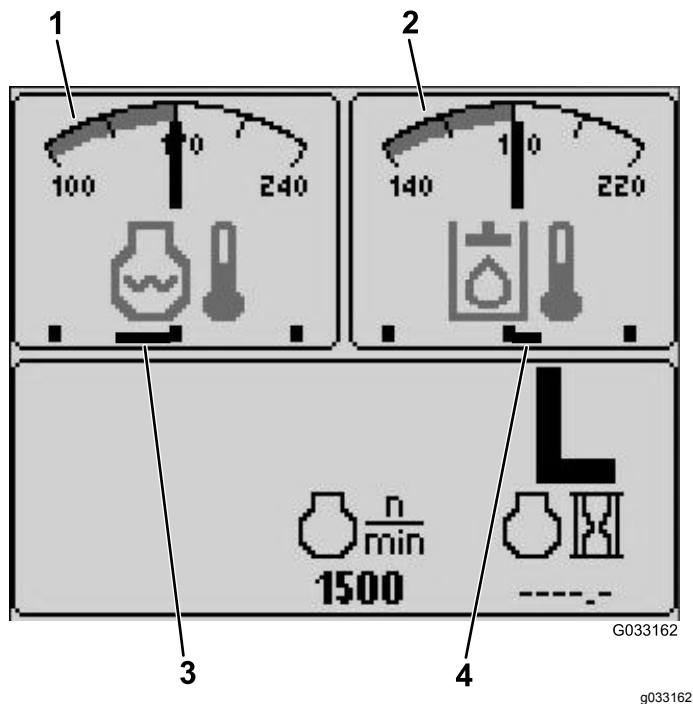

図 18
- 油圧オイル温度とファン作動表示 — 右上画面 (図 18)
**注** たとえば図 18、油圧オイル冷却ファンが 25% の速度で前転中。
- エンジン冷却液温度とファン作動表示 — 左上画面 (図 18)
**注** たとえば図 18、エンジン冷却液ファンが 50% の速度で逆転中。
ファンの回転方向はエンジン冷却液温度画面と油圧オイル温度画面にも表示されます。バーが中央よりも右側にあるのは、ファンが前転していることを表します。バーが中央よりも左側にあるのは、ファンが逆転していることを表します 図 18。
油圧オイルの温度とオイル冷却ファンの作動状態を表示します 図 18。
エンジン冷却液の温度とその冷却ファンの作動状態を表示します 図 18。